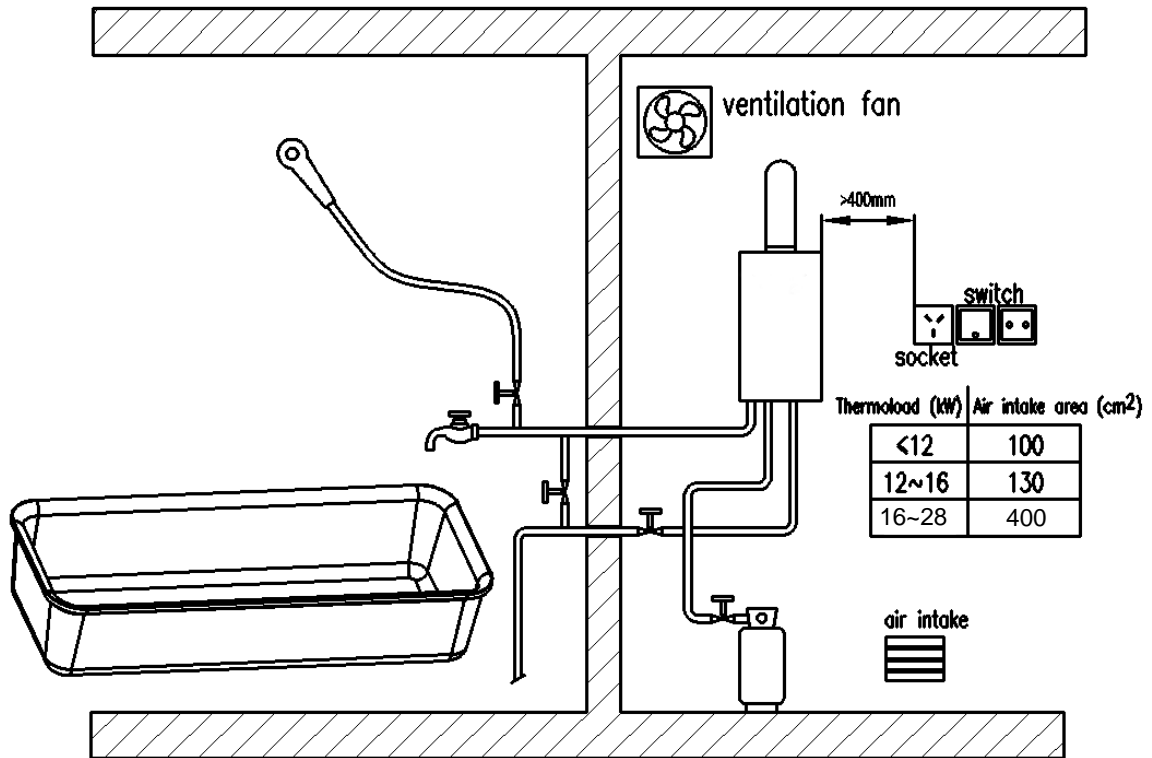

Fig.2
- No instale el aparato en dormitorios, sótanos, baños o habitaciones con mala ventilación. La sala de instalación debe estar bien ventilada. Se debe perforar en la pared un orificio de ventilación y un orificio de entrada de aire que se conecta al exterior, y el tamaño del orificio no debe ser menor que el de la mesa de la Fig.2. El ventilador de ventilación, si lo hay, debe instalarse sobre el aparato y el nivel del orificio de entrada de aire debe ser más bajo que el del aparato. El aparato debe mantenerse al menos a 400 mm de distancia de la electricidad (Fig.2), y no se deben colocar cables ni equipos eléctricos sobre el aparato.